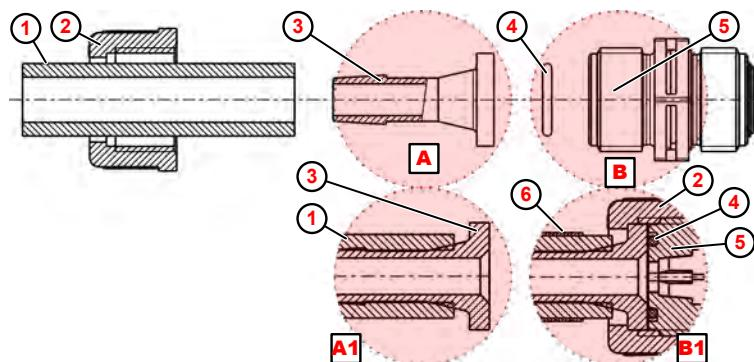

Fig. 9 : Raccord de conduit et flexible avec embout et collier de serrage
1. Couper droit le flexible ( Fig. 9 , ① ).
2. Enfiler le collier de serrage ⑥ sur le flexible ① .
3. Enfiler l'écrou-raccord ② sur le flexible ① .
4. Pousser le flexible ① jusqu'à la collerette de butée sur l'embout ③ (détail A1 ).
5. Placer le joint torique ④ dans la rainure de la soupape d'aspiration ou de refoulement ⑤ .
6. Serrer l'écrou-raccord ② à fond.
7. Pousser le collier de serrage ⑥ vers le bas et le serrer à fond (détail B1 ).